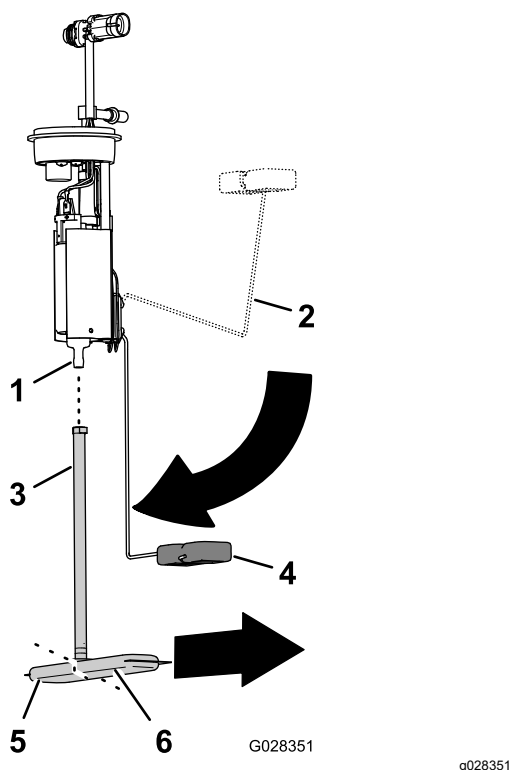

図 88
1. 燃料ポンプのフィッティングから燃料フィルタのピックアップチューブを外す 図 88。
2. 新しい燃料フィルタのピックアップチューブを、燃料ポンプのフィッティングに合わせる 図 88。
3. 燃料フィルタの長い方の脚を、フロートのアームが「残量ゼロ」位置の時のフロートに合わせる 図 88。
4. 燃料ポンプのフィッティングをピックアップチューブの一番奥まで入れる 図 88。
2. 燃料ポンプ / センターユニットを、燃料タンク内部に入れる 図 87と図 88。